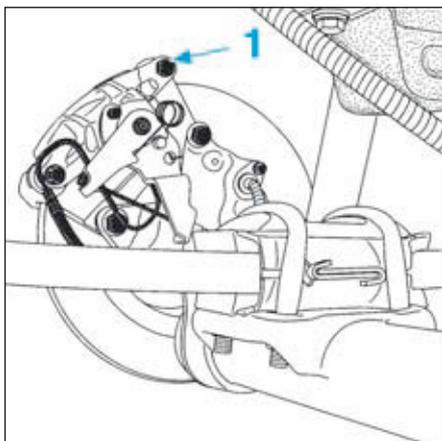

FIG.5
- Déposer la vis supérieure de colonnette (1) (Fig.5).